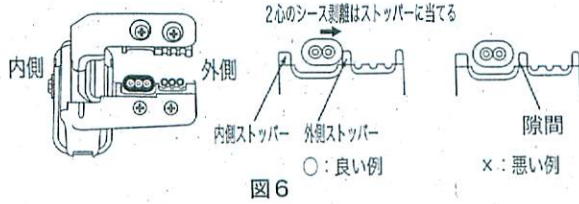

図6
- 1) 特に2心のシース剥離時には、確実に外側のストッパーに当てて、セットしてください(図6)。外側のストッパーに当てずにセットすると絶縁体を傷つけたり、シースが伸びて切断できない場合があります。